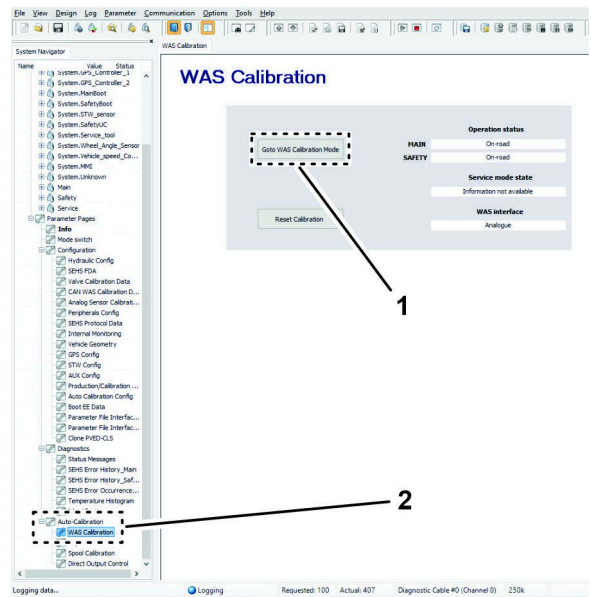

Figura 149
7. En la pestaña System Navigator (Navegador del Sistema), vaya a la carpeta AUTO CALIBRATION (Calibración automática) y haga clic en el icono + (Figura 149).
- Haga clic en el icono WAS CALIBRATION (Calibración WAS) (Figura 149).
- En la pantalla WAS CALIBRATION (Calibración WAS), haga clic en el icono GOTO WAS CALIBRATION MODE (Ir a Modo de calibración WAS) (Figura 149).